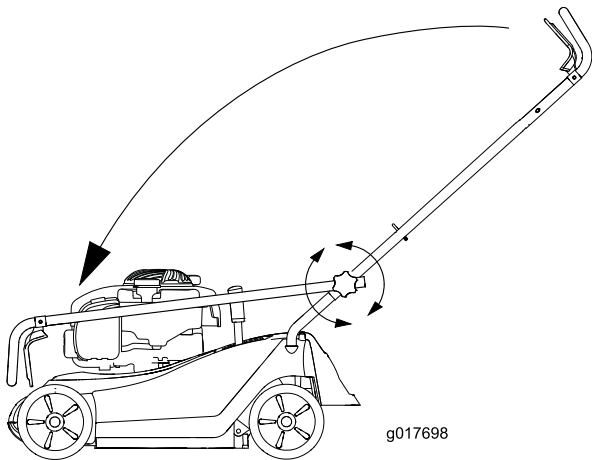

Figure 25
3. Repliez le guidon comme illustré à la Figure 25.